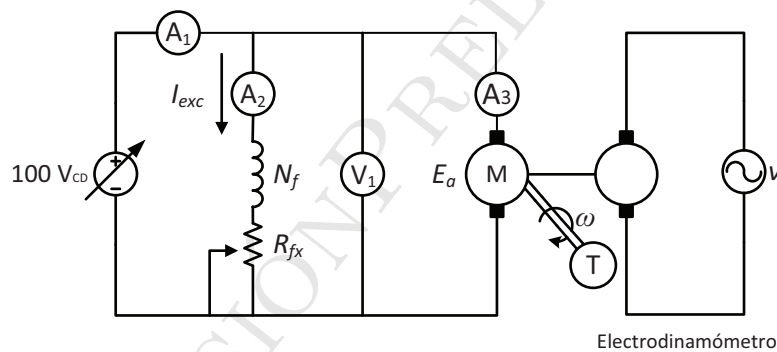

Figura 3: Motor de CD con un electrodinámómetro acoplado.
- Conectar el motor en derivación (*shunt*) acoplado a un electrodinamómetro (Figura 3), con un voltaje de 100 V_{cd} , un par pequeño y registrar los valores medidos de voltaje, velocidad y corriente de excitación en la Tabla 3.